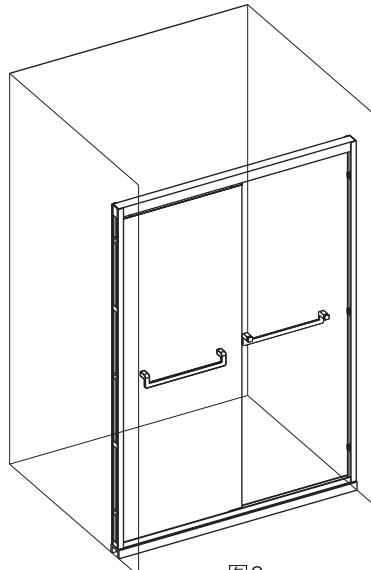

图6
9.重新检查一次淋浴屏，开关门是否顺畅，各部件是否固定紧。确认安装无误后，整体清洁淋浴屏，最后在“边柱型材”与墙面间，大理石与下滑道间，打好玻璃密封胶，待24小时玻璃胶干透后，方可放心使用。(如图6所示)。